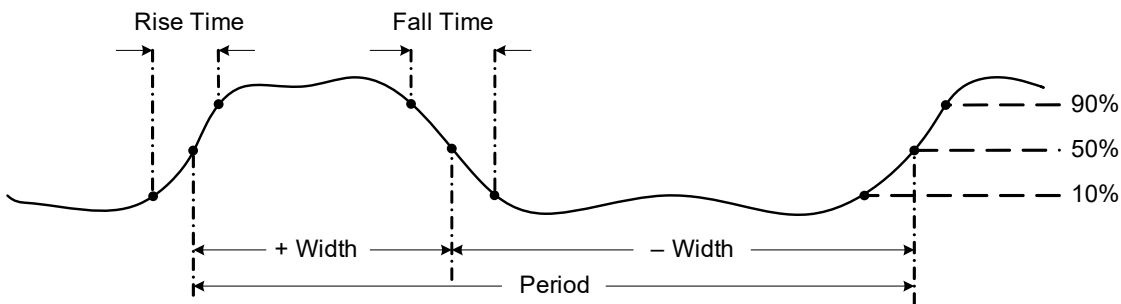

Figura 2-37 Misurazioni di frequenza, ampiezza di impulso e duty cycle
- La frequenza è il numero di cicli completati da un segnale in ciascun secondo. La frequenza è definita come $1/\text{Periodo}$. Il periodo è definito come il tempo tra gli attraversamenti della soglia media di due estremi consecutivi e con polarità identica, come mostrato in **Figura 2-37**.
La funzione dell'ampiezza d'impulso misura la quantità di tempo in cui un segnale è alto o basso, come mostrato in **Figura 2-37**. È il tempo tra la soglia mediana del fronte di salita e la soglia mediana del successivo fronte di discesa. La forma d'onda misurata deve essere periodica; la forma deve ripetersi a intervalli di tempo uguali.
Il duty cycle (o duty factor) di un treno di impulsi ripetitivo è il rapporto tra l'ampiezza di un impulso positivo o negativo con il periodo espresso come percentuale, come mostrato in Figura 2-37.